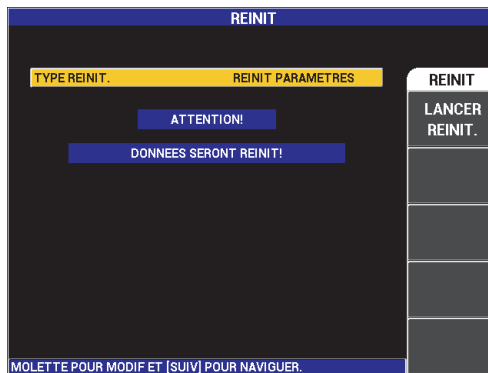

Figure 5-29 Menu REINIT
1. Pour accéder au menu **REINIT**, appuyez deux fois sur la touche de menu ADV SETUP (🔧), ensuite sur la touche de fonction E, et puis tournez la molette pour sélectionner le type de réinitialisation souhaitée : paramètres, stockage ou matrice (voir la Figure 5-29 à la page 131 et la Tableau 4 à la page 132).